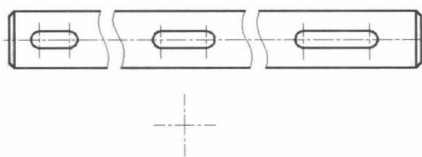

图 1.1.15 绘制中心线
Step1. 绘制图 1.1.15 所示的中心线。
(1) 将图层切换至“中心线层”。
(2) 确认状态栏中的  (正交模式) 和  (对象捕捉) 按钮处于激活状态。
(3) 绘制水平中心线。选择下拉菜单  **绘图(D)** →  **直线(L)** 命令, 完成图 1.1.15 所示的水平中心线的绘制, 长度值为 60。
(4) 绘制垂直中心线。按 Enter 键重复执行“直线”命令, 在命令行中输入命令 FROM 并按 Enter 键, 捕捉并选取步骤(3)所绘制的水平中心线的左端点为基点, 输入直线起点的相对坐标值 (@30, 30) 并按 Enter 键, 向下移动鼠标指针, 输入数值 60 后按两次 Enter 键。